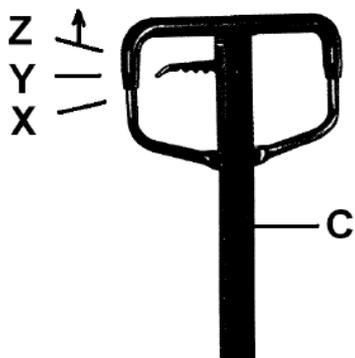

Рис. 7
Опустите вилы до конца. Заведите вилы под груз или паллету. Опустите рукоятку (X, Рис. 7). Поднимая и опуская рукоятку (C), поднимите вилы на необходимую высоту.
Для очистки: быстро поднимайте и опускайте направляющую рукоятку, одновременно установите регулировочную рукоятку (Z, Рис. 7) для режима опускания груза.
Установите регулировочную рукоятку в среднее положение (Y, Рис. 7).